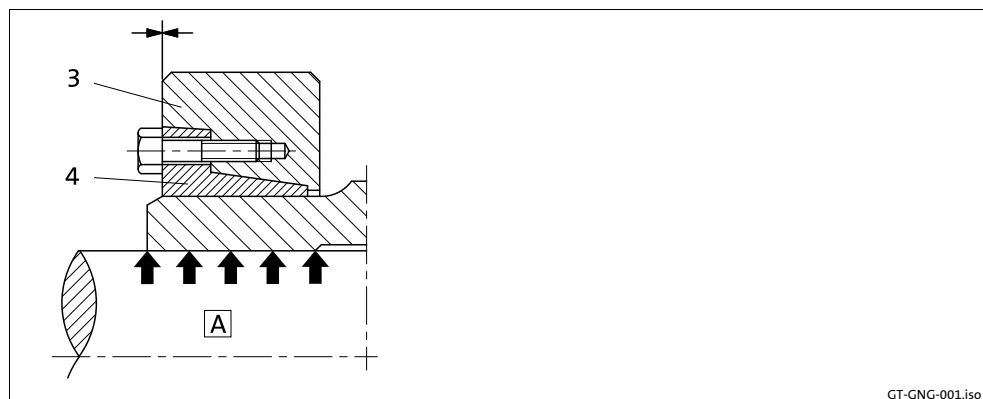

Fig. 9 Arbre creux avec frette de serrage
La frette de serrage est considérée comme correctement montée et fixée lorsque les surfaces extérieures des bagues externe et interne sont parfaitement alignées (Fig. 9). De très faibles écarts sont admis.
1. Retirer le capot de protection (1).
2. Desserrer les vis de serrage (2) successivement, en plusieurs fois, un quart de tour à la fois. Ne pas enlever complètement les vis d'arrêt pour éviter tout accident !
3. Dégager également la bague externe (voir Fig. 9). Pour cela, utiliser le filetage de dégagement et quelques vis de serrage (quantité correspondant aux filetages de dégagement dans la bague interne). Tourner les vis de manière régulière pour éviter qu'elles ne se coincent. Continuer jusqu'à ce que la bague externe soit complètement dégagée.